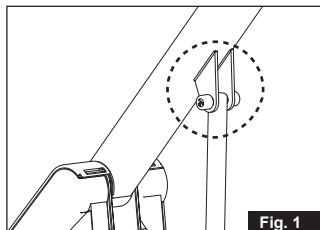

Fig. 1
- Klemrisiko mellem toppen af løfteaktuatoren og løftearmen (fig. 1).